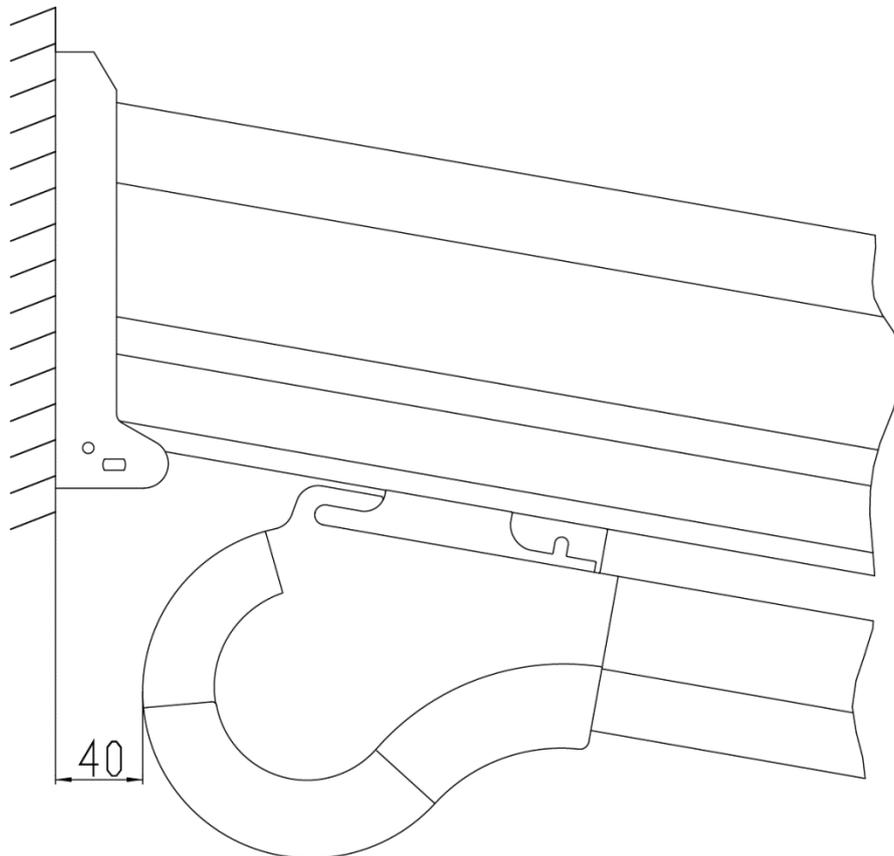

Abbildung 3: Abstand der Sottezza II zur Wand
1. Mit der mitgelieferten „Bohrschablone 1“ (Halter Kopfplatte) (1) lassen sich die Bohrpositionen für die Halter Kopfplatte kennzeichnen.
2. Die „Bohrschablone 1“ (Halter Kopfplatte) muss bei „Standardmontage eingerückt“ an der Innenseite des linken (A) bzw. rechten (B) Dachträgers angelegt werden.
3. Der Abstand der Sottezza II zur Wand ist mit 40 mm bereits in der Bohrschablone vorgegeben (siehe **Abbildung 3 Seite 12**).
2. Die „Bohrschablone 1“ (Halter Kopfplatte) muss bei Montage „nicht eingerückt“ an der Außenseite des linken (A) bzw. rechten (B) Dachträgers angelegt werden.